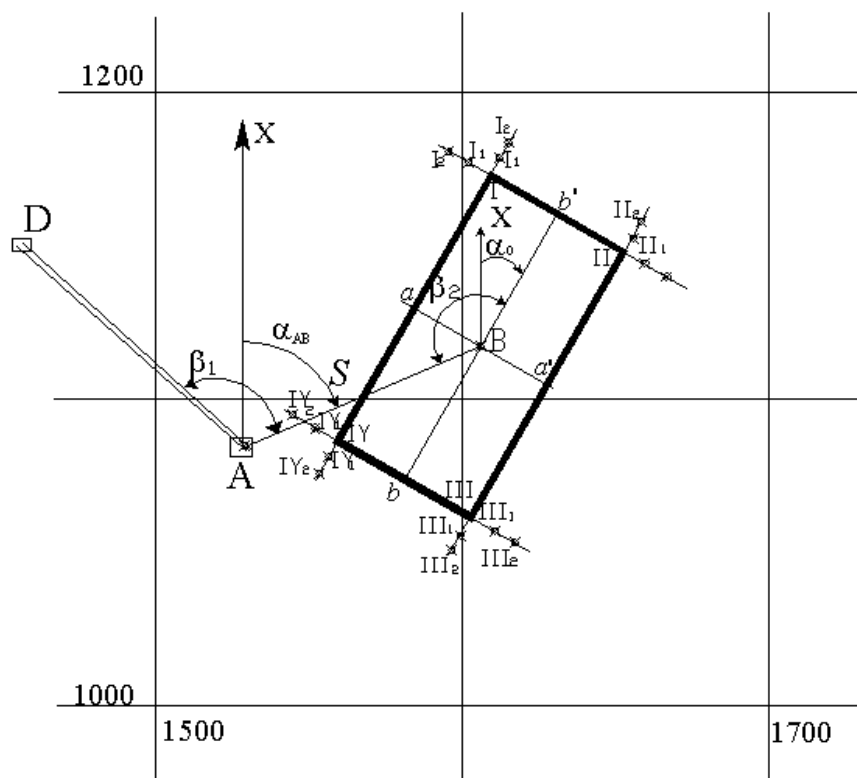

Рисунок 1. Пояснительная схема к проекту разбивки здания на промышленной площадке карьера.
В соответствии с генеральным планом промышленной площадки карьера требуется перенести в натуру здание размером 110х50,0 м. Координаты центра (**B**) здания (X_B, Y_B) и дирекционный угол (α_0) продольной оси здания приведены в таблице 2. Проект разбивки здания составить на миллиметровке в масштабе 1:1000 (см. рисунок 1).
откладывают горизонтальное проложение S и фиксируют на промышленной площадке точку B . (рис.1).
6) Разбивка в натуре углов здания (I, II, III, IV) производится от осей здания. Устанавливают теодолит в точке " a ", визируют на точку B откладывают угол 90° и половину продольного размера здания и закрепляют на площадке точку I . Затем откладывают угол 90° в противоположную сторону и половину продольного размера здания и фиксируют в натуре точку II . Аналогичным образом закрепляют на промышленной площадке углы здания III и IV . Контроль разбивки здания осуществляется по створности линий I -" a "- IV и II -" a' "- III (см. рисунок 1). При этом отклонение от створа не должно превышать ± 5 мм.
7) Закрепление строительных осей стен здания производится методом створной выноски. Каждая из четырех осей здания закрепляется 4 пунктами - по 2 пункта с каждой стороны (см. рисунок 1).